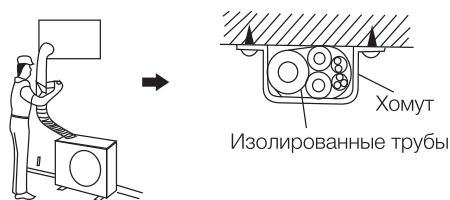

Рис. 6
- Оберните изолентой трубу от нижней части внешнего блока до верхней части трубы, где она входит в стену. После того, как вы сделаете один оборот лентой, перекройте его следующим внахлест. (Рис. 6)